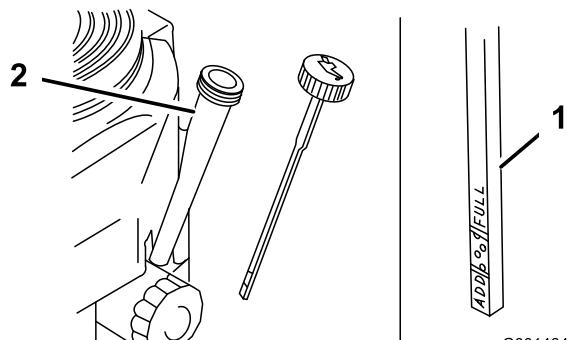

Figura 31
4. Pulite attorno all'asta di livello (Figura 31) in modo che la morschia non possa penetrare nel foro di rifornimento e danneggiare il motore.
5. Svitate l'asta di livello dell'olio e tergete l'estremità (Figura 31).
6. Inserite a fondo l'asta di livello nel tubo di rifornimento, senza avvitarla (Figura 31).
9. Versate lentamente nel tubo di rifornimento (Figura 31) l'80% circa dell'olio indicato.